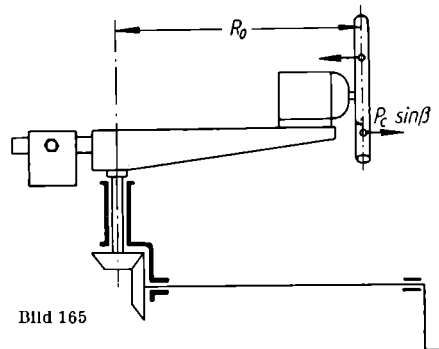

Bild 165
216. Bei einer Versuchsanordnung werden ein Stab durch einen Motor und gleichzeitig der Tisch gedreht (Bild 165). Dadurch entstehen dauernde Schwankungen in der Winkelgeschwindigkeit des Tisches. Bei kleiner Drehzahl des Stabes sieht man diese Schwankungen gut. Wird der Motor auf Federn gesetzt, was im Bild allerdings nicht angedeutet ist, so hebt sich die Stabwelle nach oben. Diese Anordnung entspricht einem Propeller, wenn das Flugzeug eine Kurve beschreibt.
b) Es entsteht aber noch ein weiteres Drehmoment durch die Kraftkomponente $P_C \cdot \sin \beta$ (Bild 165), das immer in gleichem Drehsinn wirkt und die Welle dauernd nach oben zu biegen sucht.